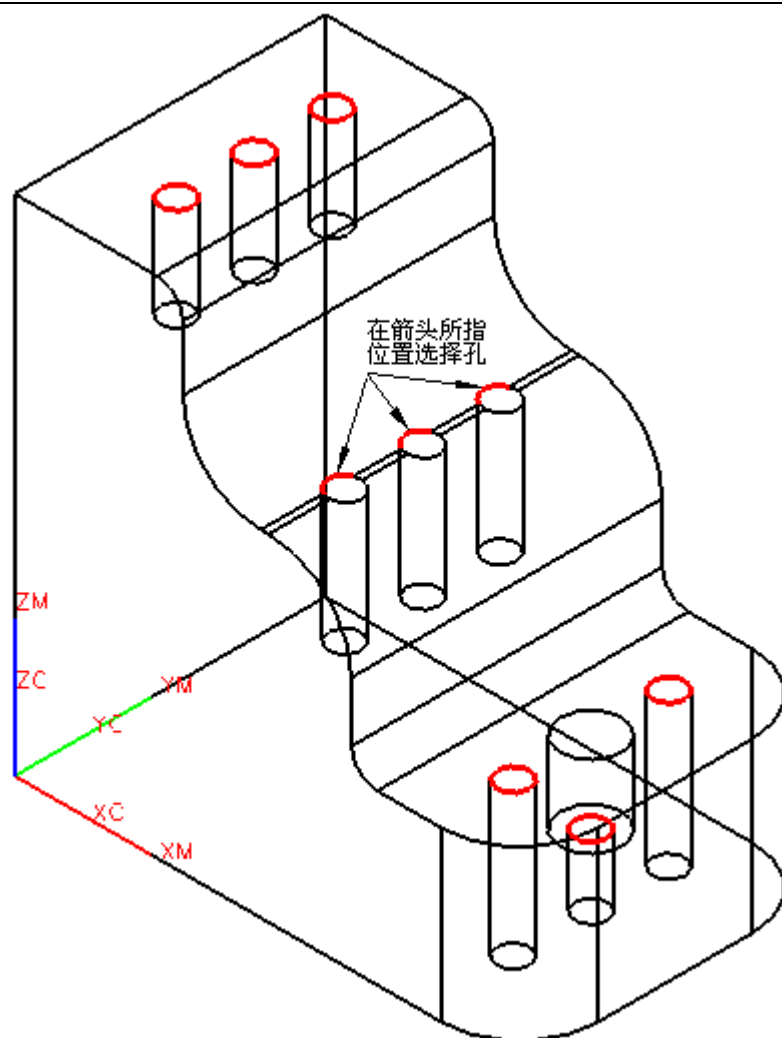
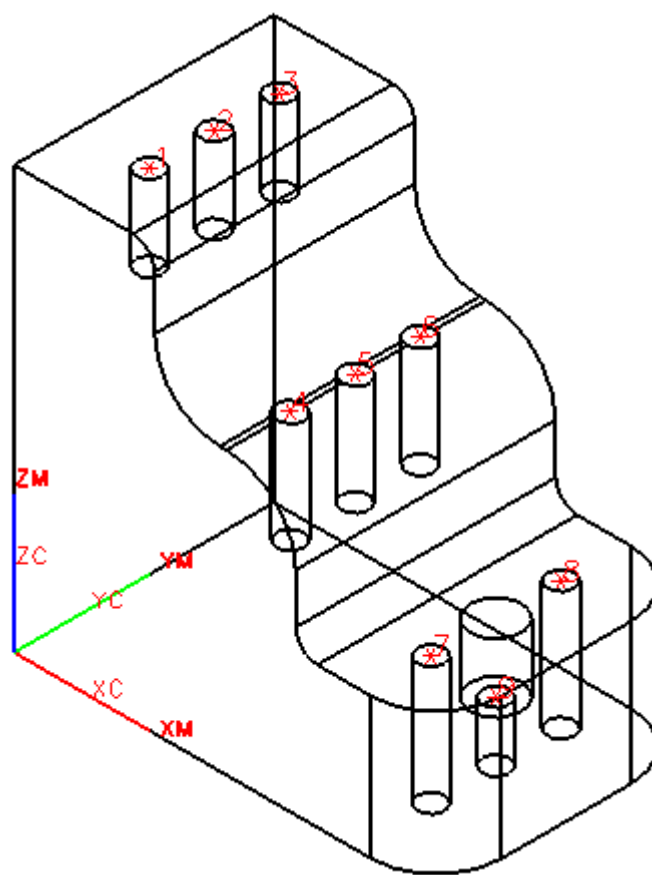

图 7-35
图 7-37
- 单击, 打开加工点位定义对话框, 如图 7-35 所示。
- 在图 7-35 中, 单击选择, 使用默认参数组, 选择如图 7-36 所示的 9 个孔位, 单击 OK, 显示如图 7-37 所示的孔加工顺序。
- 在图 7-37 中，孔加工顺序是 1-2-3-4-5-6-7-8-9，刀路较长。
- 在图 7-35 中，单击优化，打开图 7-38 所示的对话框，选择 **Shortest Path**，打开图 7-39 所示的对话框，再单击优化，结果如图 7-40 所示，选择接受，可观察到优化后的孔加工顺序编号，如图 7-41 所示。
- 在图 7-35 中，单击 OK，结束钻削几何定义，